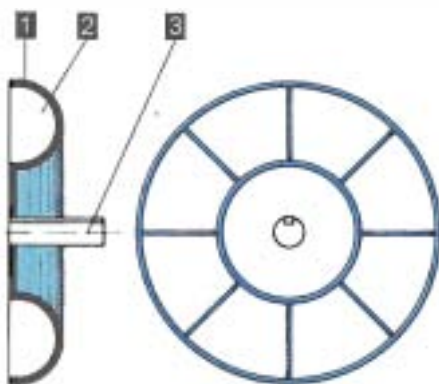

Figure 2.12A • Principe de réalisation du coupleur.
■ Quel est le principe de fonctionnement d'un coupleur (figures 2.12A et B) ?